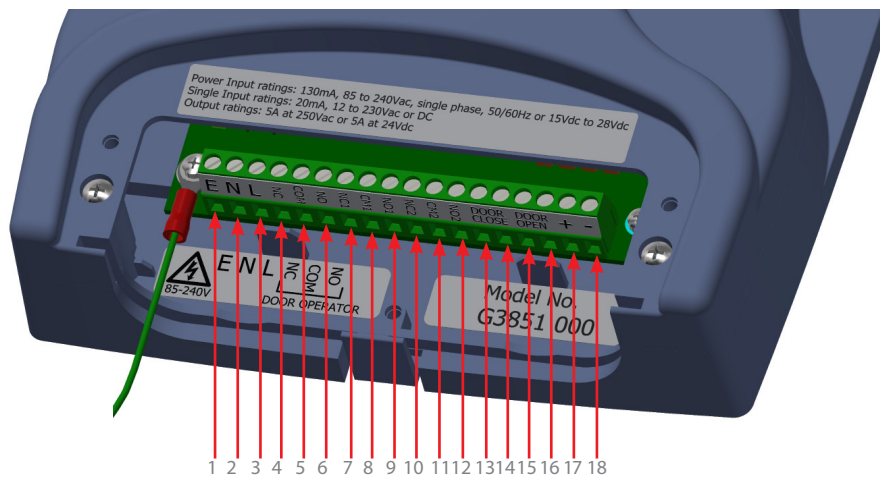

Fig 3: Installation
2. Connectez l'alimentation électrique au contrôleur avec la tension adaptée (voir la Fig. 3 ci-dessous).